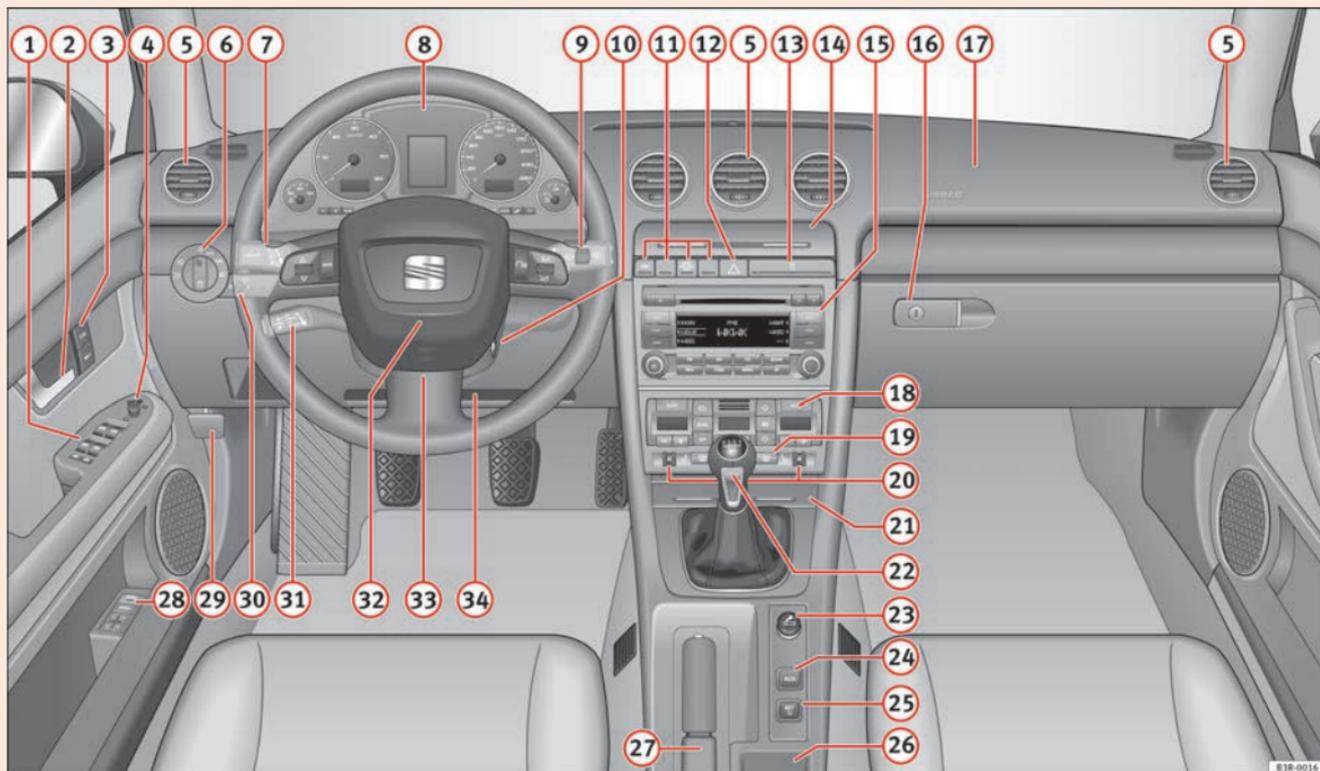

Abb. 36 Einige der gezeigten Instrumente oder Anzeigefelder gehören nur zu bestimmten Modellausführungen oder sind Mehrausstattungen.
• Bei Fahrzeugen mit Rechtslenkung\* weicht die Anordnung der Bedienelemente zum Teil von der in  $\Rightarrow$  Seite 60, Abb. 36 gezeigten Anordnung ab. Die Symbole, die die Bedienelemente markieren, sind jedoch gleich. ■